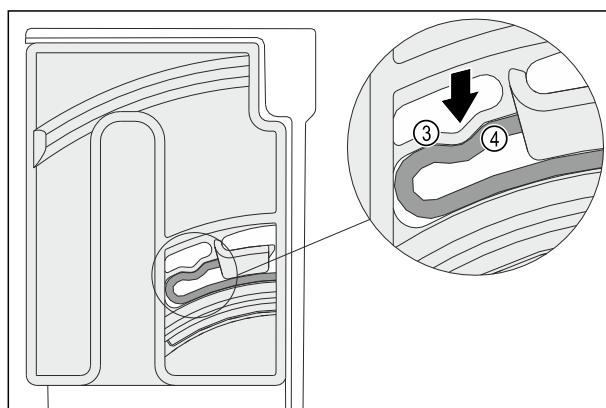

Fig. 101
- Elastický prvok Fig. 101 (3) otočnej jednotky počuteľne zapadne do okrúhlnej formy rebra Fig. 101 (4).